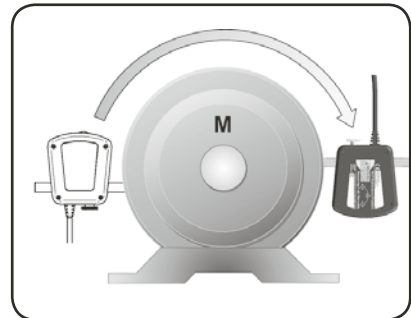

Fig. 18. Vrid till läge klockan 3
c) Följ cirkelsymbolen på displayen och vrid mätenheterna till läge klockan 3 (fig. 18).